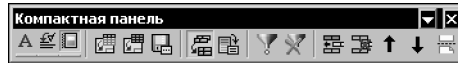

Рис. 84.4. Компактная панель в Окне подготовки данных.
- На панели **Таблица отчета** расположены кнопки вызова команд для придания отчету окончательного вида — группирования, фильтрации, выделения строк для их помещения в отчет и т.д., а также команд для размещения отчета в документе или сохранения в отдельный файл (рис. 84.4).